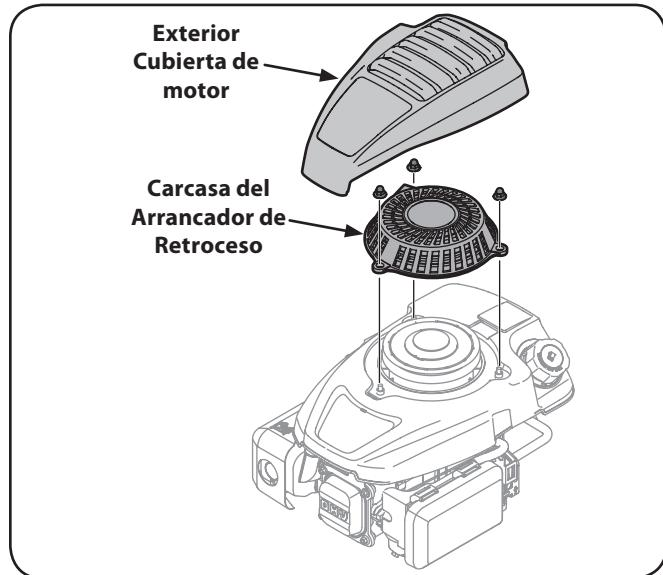

Figura 6-3
- Retire exterior cubierta de motor (De Ser equipado) y la carcasa del arrancador de retroceso, como se muestra en la Figura 6-3.